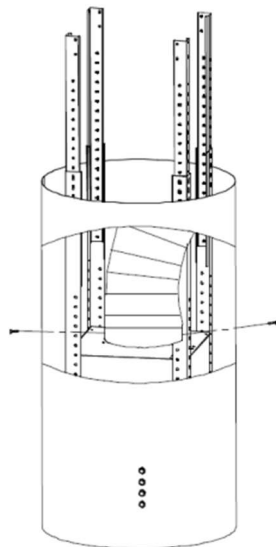

Рис.3
5. Для работы прибора в вытяжном режиме (с подключением к вентиляционному каналу), установите вытяжную трубу на основание воздуховода прибора и закрепите с помощью винтов ST2.9x8 (2 шт.) (Рис.3).